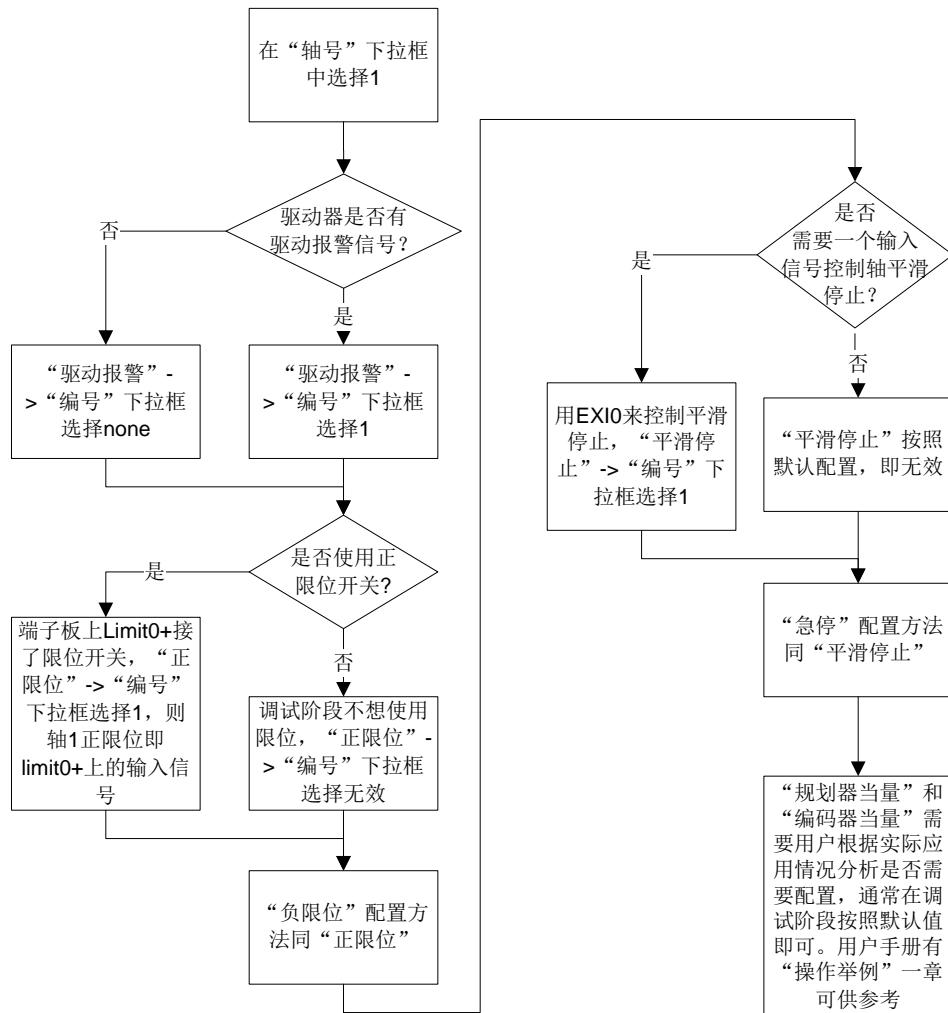

图 4-18 开环模式下 axis 配置流程
- (1) 打开 MCT2008 软件, 点击‘工具’->‘控制器配置’->‘axis’页, 开环模式下的 axis 配置流程如图 4-18 所示。